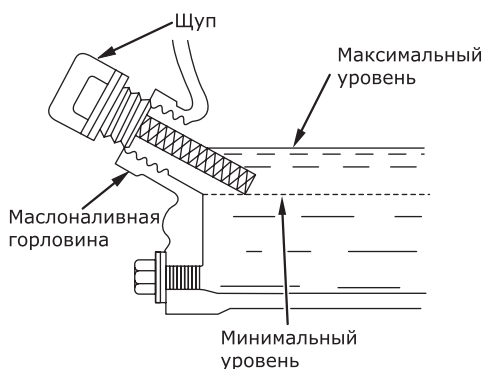

Рис. 3
- отверните и извлеките масляный щуп, проверьте уровень масла, медленно долейте масло до нужного уровня по меткам на щупе или краю маслоналивной горловины (рис. 3);